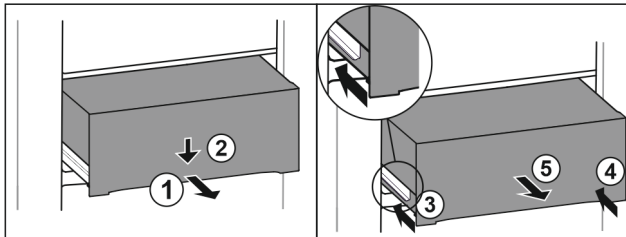

Fig. 86
- ▶ Predal izvlecite do polovice. Fig. 86 (1)
- ▶ Predal na sprednji strani potisnite navzdol. Fig. 86 (2)
- ▶ Levo vodilo potisnite približno 2 cm noter. Fig. 86 (3)
- ▶ Desno vodilo potisnite približno 2 cm noter. Fig. 86 (4)
- ▶ Predal vzemite ven v smeri naprej. Fig. 86 (5)